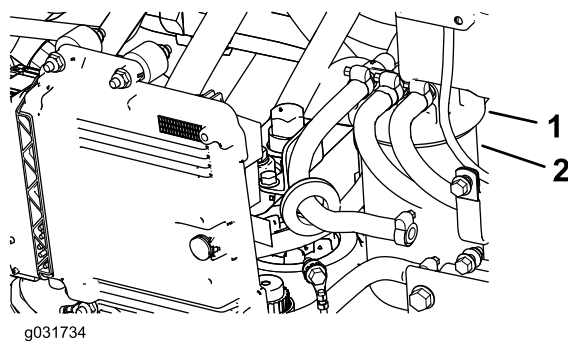

Bild 101
2. Entfernen Sie den Filter und reinigen die Befestigungsoberfläche des Filterkopfes (Bild 101).
1. Reinigen Sie den Bereich um den Kraftstofffilterkopf (Bild 101).